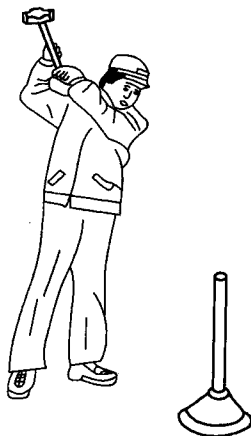

图 2-7 竖向抡打的举锤姿势
- 3) 起锤时，两手握锤自然下垂（以求省力）靠近身体右侧，以右肩关为轴将锤从前下方送到身后上方，直至举起成图 2-7 所示的姿势。